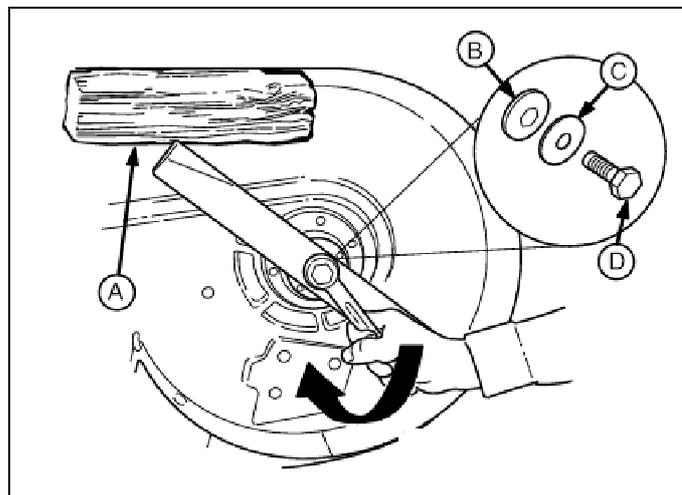

図 21 ブレードの取付
6. 図 21 に示すように、ブレードを取り付けます。ブレードが回転しないように、木のブロックを使用して、キャップスクリュー (D)、カップワッシャー (C)、ヘックスワッシャー (B) を取り付けます。締め付けトルクは、61~75Nm です。